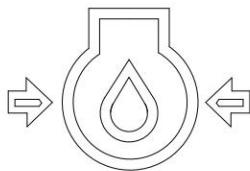

Figura 4-20
- d) Não opere a alavanca do dispositivo de operação e o pedal de deslocamento enquanto a luz de alarme de pressão do óleo ainda estiver acesa após o motor é ligado, conforme mostrado na Figura 4-20.